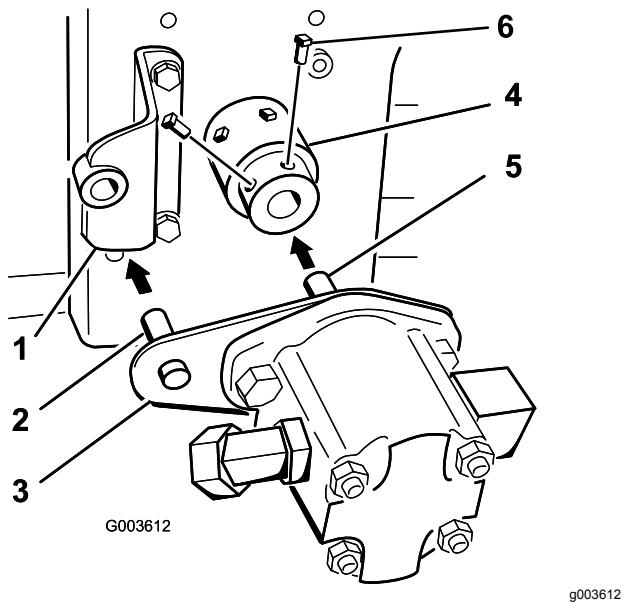

Figura 21
Nota: L'albero della pompa idraulica tocca l'estremità dell'albero della PDF del motore (Figura 21).
11. Applicate il frenafiletto rimovibile alle 2 viti di fermo (5/16" x 3/4") e avvitatele nel gruppo mozzo per fissarlo all'albero della pompa idraulica (Figura 21).